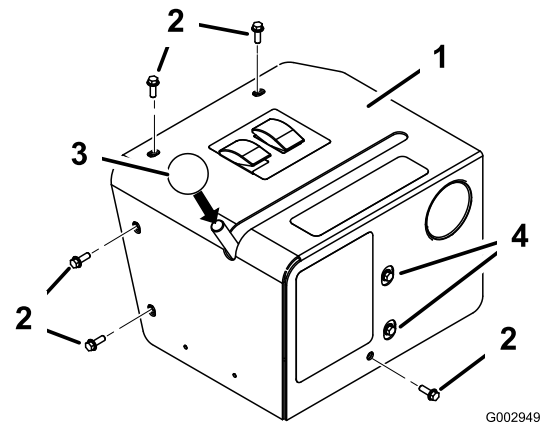

Figura 55
18. Instale la tapa de la caja de control en el soporte de montaje de la caja de control (Figura 55) usando 5 pernos con arandela prensada (1/4 x 3/4 pulgada).
19. Instale el pomo sobre la palanca de control de la válvula (Figura 55).
20. Si es necesario, afloje los pernos del panel delantero y vuelva a posicionar el conjunto de la válvula para que la palanca tenga un recorrido libre en la ranura (Figura 55).